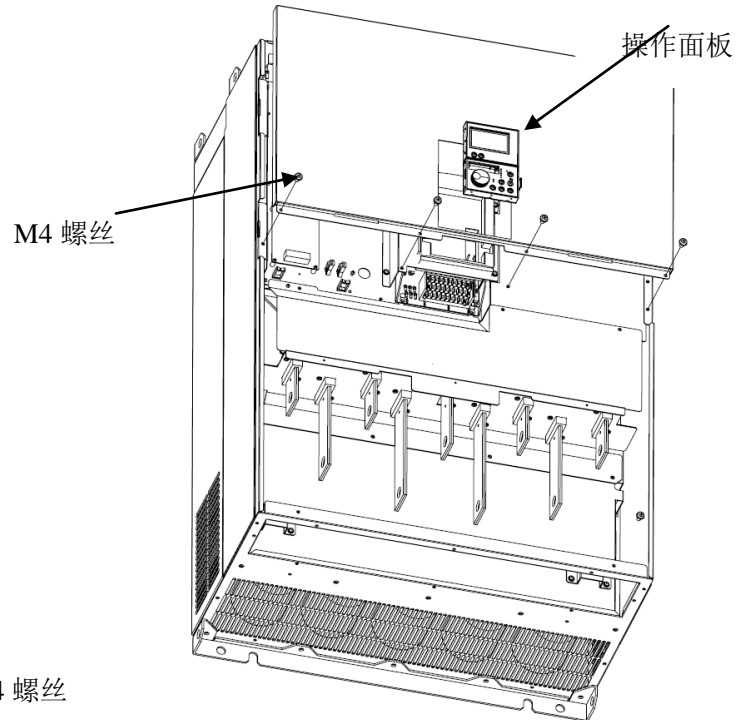

图 2
2. 用手按住操作面板的卡勾部位，即可拆下操作面板；然后用手将上盖板两边的卡勾部位向内按住，即可卸下上盖板（图 2）
2. 用手按住操作面板的卡勾部位, 即可拆下操作面板, 同时拧下 2 颗 M4 螺丝, 将上盖板轻轻向上推动, 卸下上盖板(图 2)
2. 用手按住操作面板的卡勾部位，拆下操作面板；然后拧下 4 颗 M4 螺丝，将上盖板轻轻向上推动，卸下上盖板（图 2）